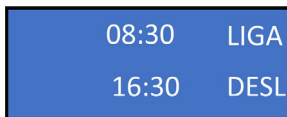

Figura 39
- Pressione a tecla “OK” para iniciar a programação. Feito isto, use a tecla “para cima” para acrescentar a hora desejada e a tecla “para baixo” para diminuir, em seguida pressione a tecla “Ok” para confirmar o valor e assim sucessivamente, até que todos os horários estejam definidos (Figura 39). Para sair do menu de programação, basta pressionar a tecla “OK” e em seguida, a tecla “para cima”.